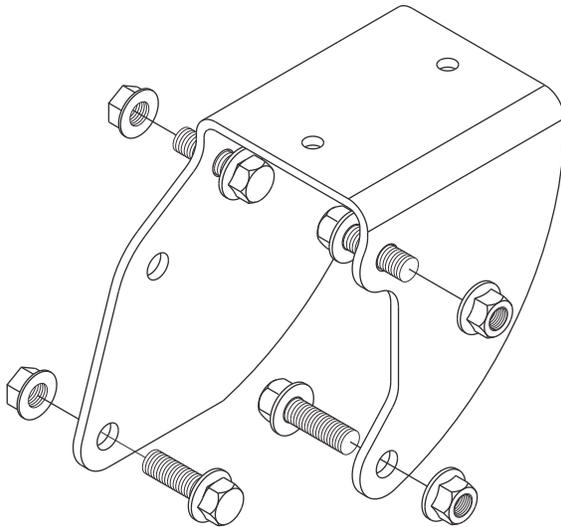

Figura 67 Extensiones de la viga trasera para modelos INTRAAX® AAT 23K (AA230T), AAT 25K (AA250T) y AAT 30K (AA300T)
- El kit SLKF viene con extensiones de viga atornillable (figura 67), las cuales son requeridas para acomodar el SURELOK en los modelos estacionarios INTRAAX AAT 23K (AA230T), AAT 25K (AA250T) y AAT 30K (AA300T).